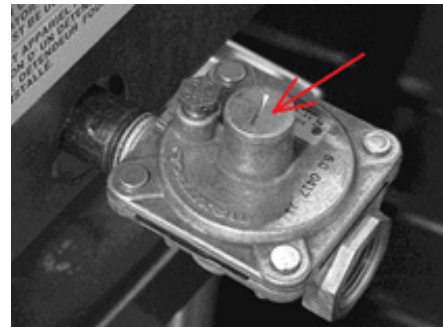

Fig. 7
3. Remplacer le ressort du régulateur de pression par le modèle pour GPL, réglé à 10 poH2O (2,5 kPa) (Fig. 7).